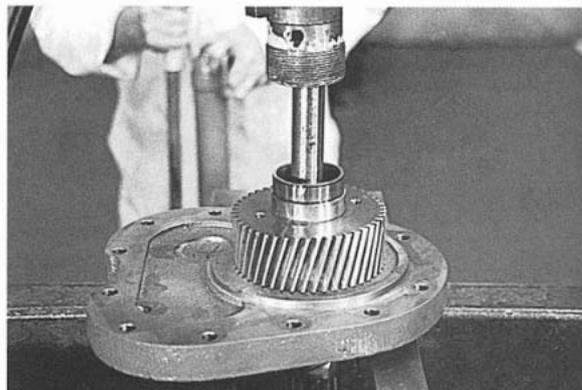

Рис. 72
44. Надавите на вал, чтобы вытолкнуть внутреннее кольцо цилиндрического роликового подшипника, распорку впускного вала и шестерню из впускного вала (рис. 72).